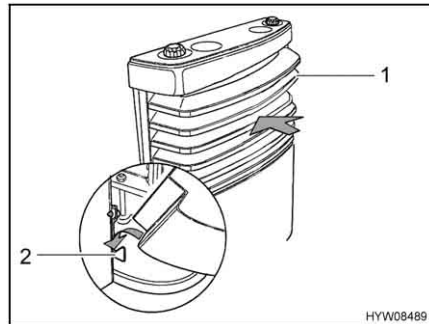

Bild 148 Heizungsverkleidung, untere Lager
- Heizungsverkleidung montieren. Dazu Heizungsverkleidung (Bild 148,1) auf die unteren Lager (Bild 148,2) stellen.